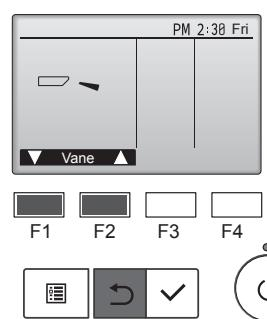

Fig. 8-4
- ② Appuyez sur la touche [CHOIX] pour afficher l'écran de fonctionnement du volet puis appuyez sur les touches [F1] et [F2] pour contrôler le volet automatique. (Fig. 8-4)